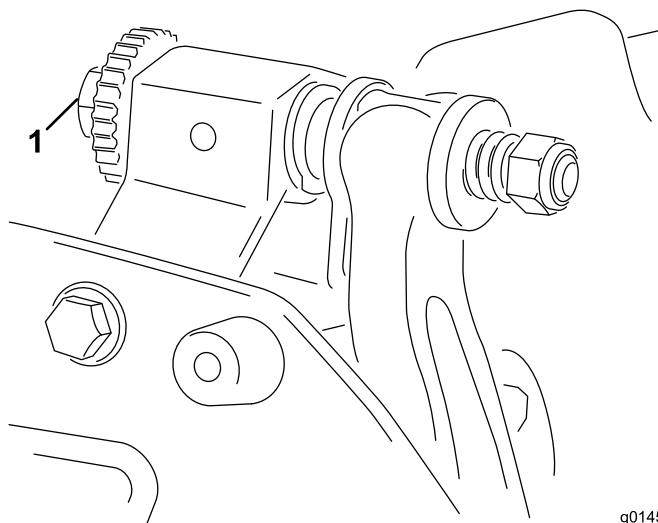

Bild 4
1. Stellen Sie das Mähwerk auf eine flache und ebene Fläche. Stellen Sie sicher, dass die Spindel das Untermesser nicht berührt. Drehen Sie die Einstellschrauben des Untermesserträgers nach links (Bild 4).